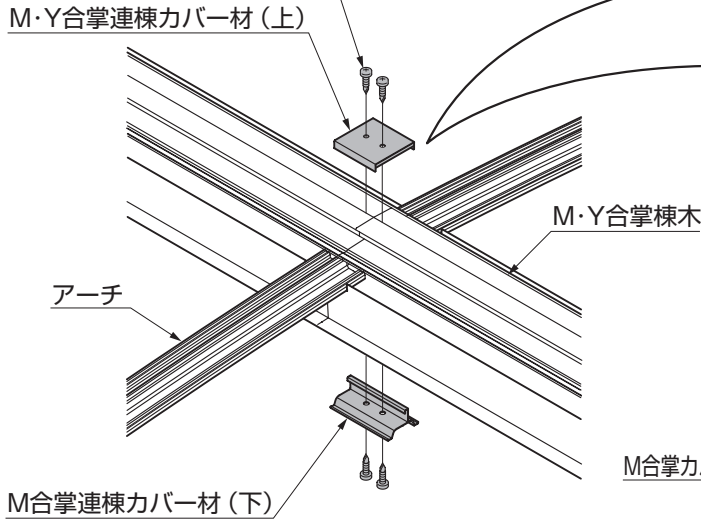
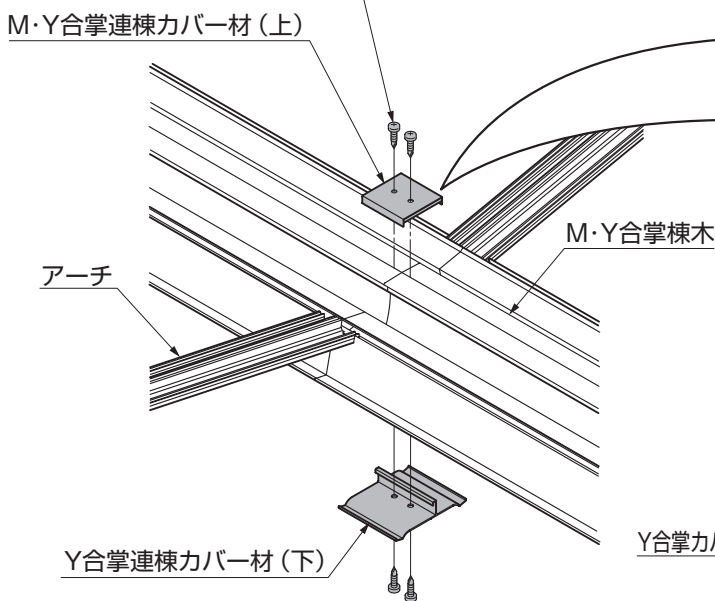

図3-1 M合掌縦連棟
図3-3 Y合掌縦連棟
①M合掌・Y合掌の棟木の接続部にM・Y合掌連棟カバー材(上)、連棟カバー材(下)を【11-1】、【12-1】で取付けてください。(図3-1、図3-3参照)